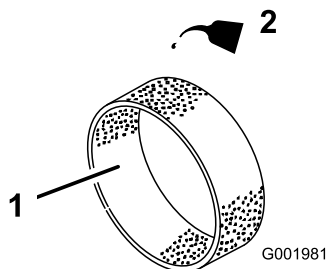

Figura 47
4. Applicate circa 30–60 ml d'olio sull'elemento (Figura 47).